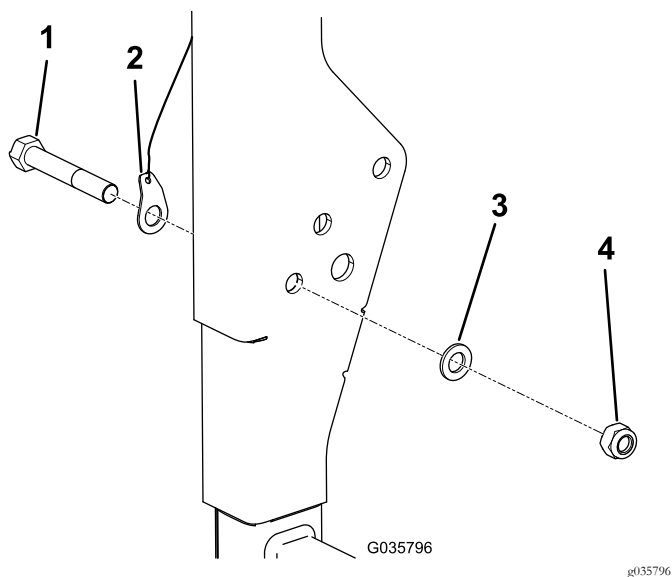

Figura 7
2. Sullo stesso lato del ROPS su cui prevedete di montare il kit, rimuovete il dado, il bullone e la rondella dal ROPS ed eliminate dado e bullone; fate riferimento a Figura 7.